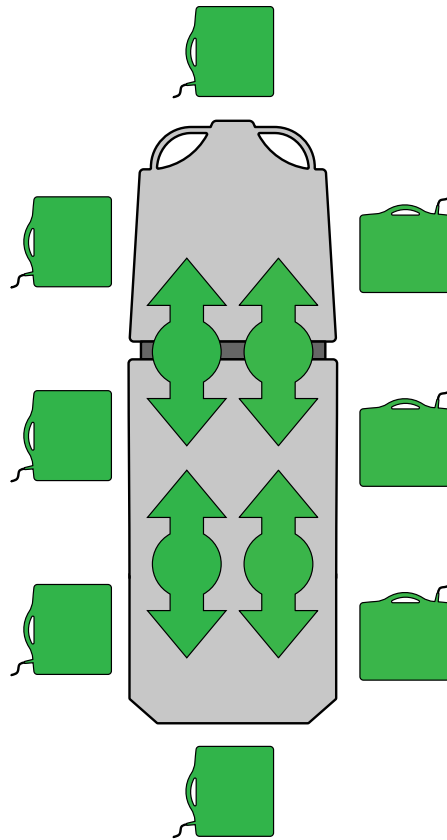

Figura 17 – Inserción o retirada de chasis radiográficos
1. Centre al paciente en el producto utilizando las etiquetas indicadoras de posición situadas en todos los laterales del producto (Figura 17).